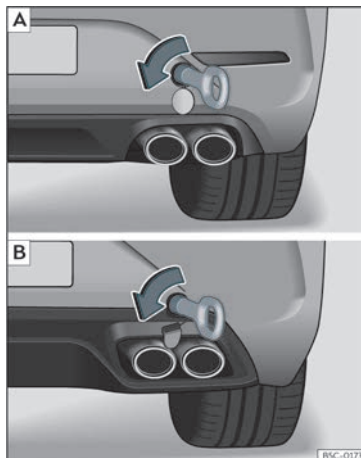

Fig. 50 A la part dreta del para-xocs del darrere: argolla de remolc enroscada. [A] Leon Sportstourer; [B] Leon.
- Enrosqueu l'argolla de remolc a l'allotjament girant-la al màxim **en el sentit contrari al de les agulles del rellotge**»» **fig. 50** »» ❶. Utilitzeu un objecte adequat amb el qual pugueu enroscar completament i fermament l'argolla de remolc en el seu allotjament.
❶ COMPTE!